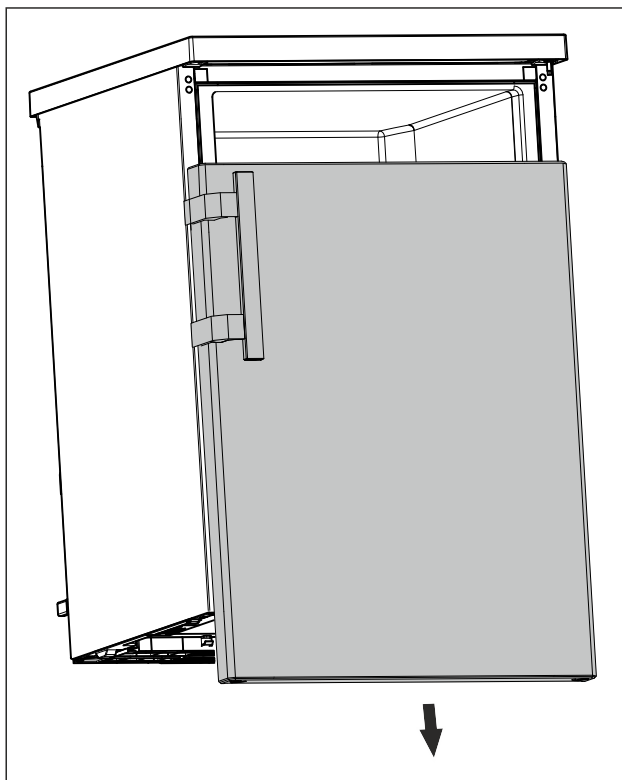

Fig. 15
- Свалете вратата надолу. (виж Fig. 15)